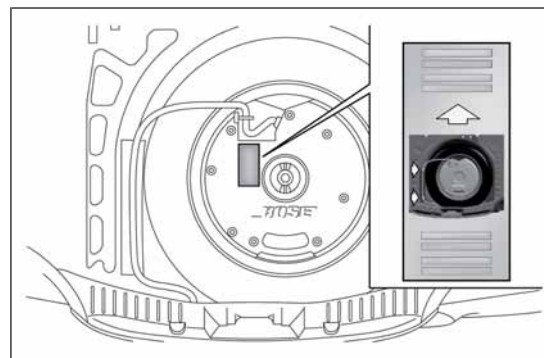

РИС. 124
- установите ящик (стрелка вперед) в исходное положение и поставьте на него сабвуфер в соответствии с указаниями на ящике (РИС. 124), чтобы положение надписи "BOSE" позволяло ее правильно читать;